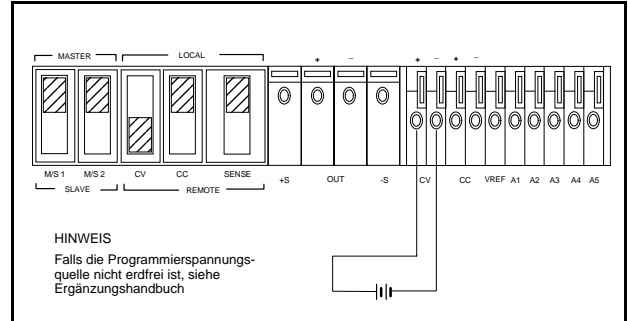

Abbildung 6. Fernprogrammierung der Ausgangsspannung
**Fernprogrammierung der Ausgangsspannung** Abbildung 6 zeigt die Einstellungen der rückseitigen Schalter und die Verkabelung für Fernprogrammierung der Ausgangsspannung. Ein Änderung der Programmierspannung um 1 Vdc bewirkt folgende